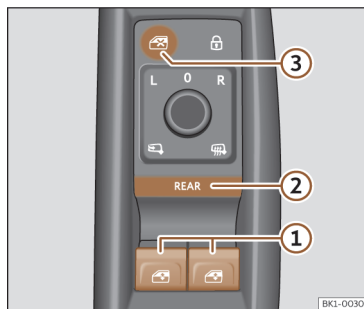

Fig. 69 Detalle de la puerta del conductor: mandos para las ventanillas.
- ① Teclas de los elevalunas eléctricos.<
- ② Botón **REAR** para activar el manejo de los elevalunas eléctricos traseros y la apertura y el cierre de confort.
- ③ Botón para desactivar las teclas de los elevalunas eléctricos situadas en las puertas traseras.
Por defecto, los elevalunas eléctricos de las puertas delanteras se pueden manejar con las teclas fig. 69 ①.
REAR Pulse brevemente el botón fig. 69 ② para activar el manejo de los elevalunas eléctricos de las puertas **traseras**. Cuando el manejo de los elevalunas eléctricos de las puertas traseras está activado, se enciende la luz del botón.
Accione el botón fig. 69 ③ para desactivar las teclas de los elevalunas eléctricos situadas en las puertas traseras. Cuando estas teclas están desactivadas, la luz del botón se apaga.